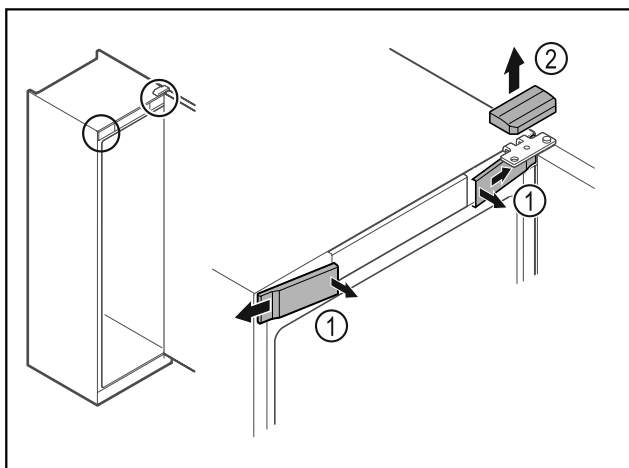

Fig. 8 \*
► Décrocher les caches avant Fig. 8 (1) du côté intérieur et les retirer vers l'extérieur.\*
► Retirer le cache supérieur Fig. 8 (2) vers le haut.\*